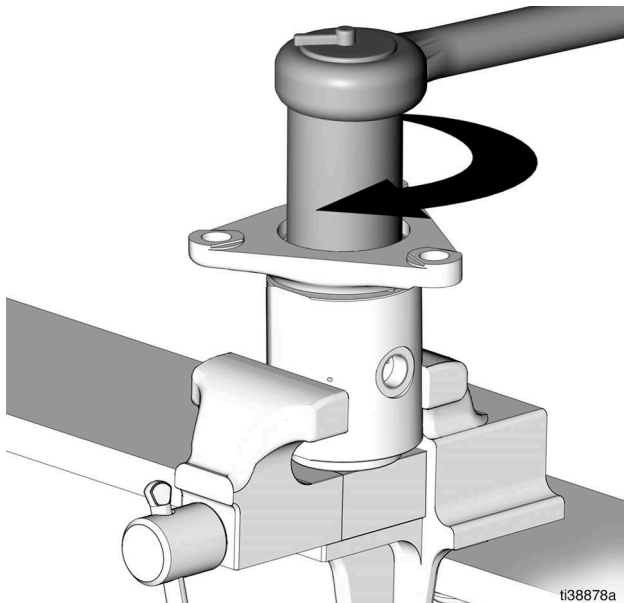

图 21
5. 使用 2 英寸套筒，重新安装喉管密封固定螺母 (19) 并拧紧 (扭矩 150 - 165 ft-lb/203.4 - 223.7 N•m) (图 21)。